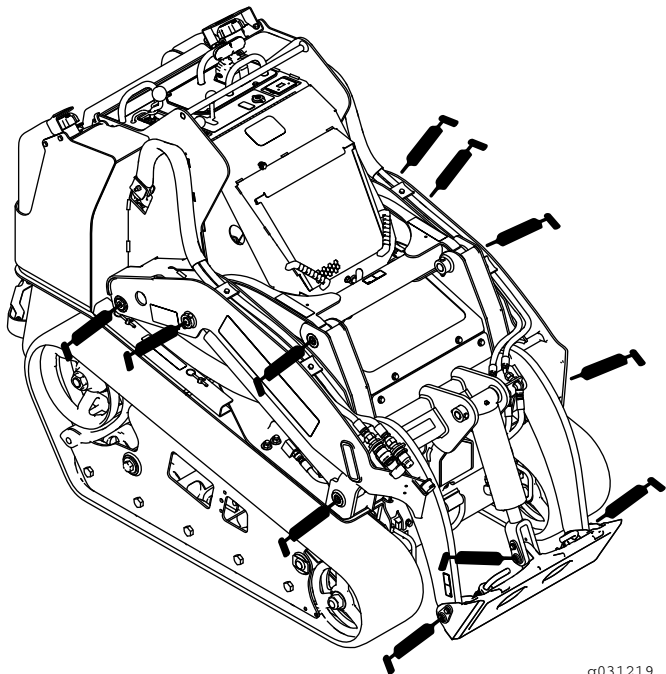
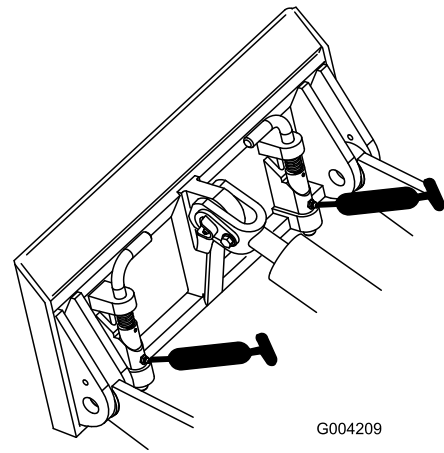
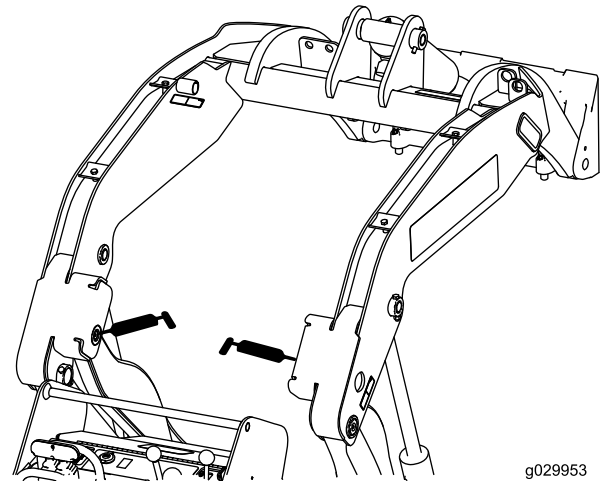

Figura 38
Figura 39
Figura 40
4. Collegate un ingrassatore a pressione a ciascun raccordo (Figura 38, Figura 39 e Figura 40).
**Nota:** Sollevate i bracci caricatori prima di ingrassare i raccordi nella Figura 40.